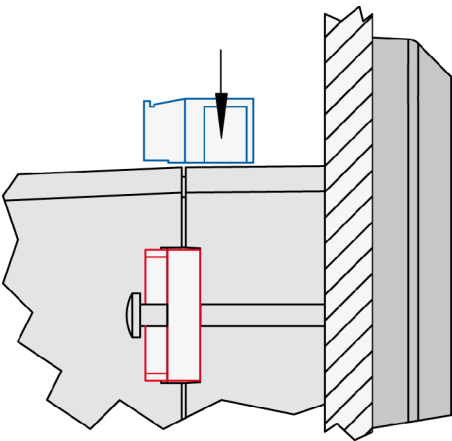

Abb. 34: Klemmen wieder einsetzen
7. ➔ Befestigen Sie die Leiteranschlussklemmleiste (Abb. 34) wieder und fixieren Sie sie mit Schrauben.